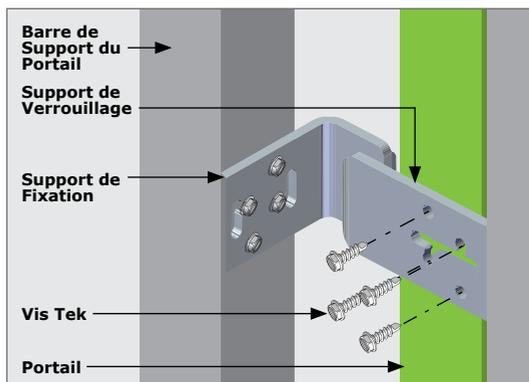

FIGURE 14. BARRE DE SUPPORT - FIXATIONS
2. Utilisez quatre vis Tek M6 de haute qualité pour monter le Support de Verrouillage sur le Portail. Quatre Trous de positionnement de 7mm ont été prévus. Voir la Figure 14.